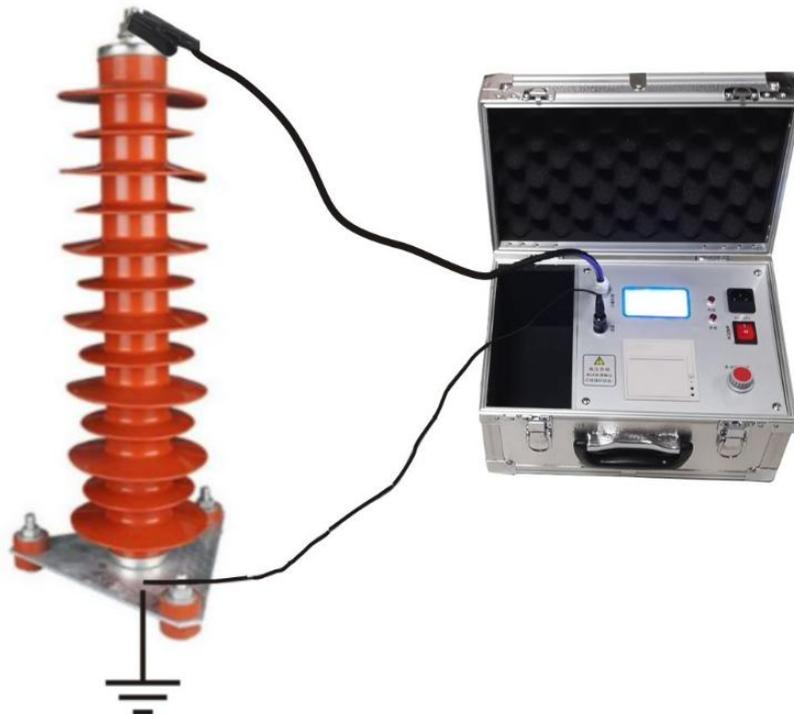

图 1
1、接线：将避雷器放在绝缘性能良好的支架上，或直立。然后将测试仪的高压输出端接到避雷器的一端，接地端接到避雷器的另一端。（如图 1）
参照图 1 接好避雷器，然后按下多功能旋钮开始自动测试避雷器，仪器根据避雷器的大小自动升压电压电流随之升高。如图 3